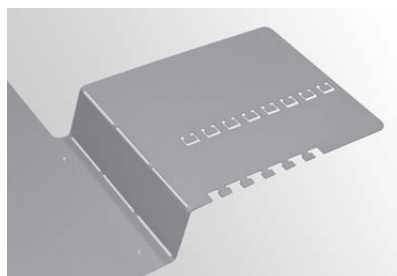

Fig. 29 Piegare la linguetta [2] in corrispondenza della prepunzonatura
- ▶ Piegare la linguetta con lo scarico della trazione [2] verso **l'interno** in corrispondenza delle prepunzonature – Fig. 29.